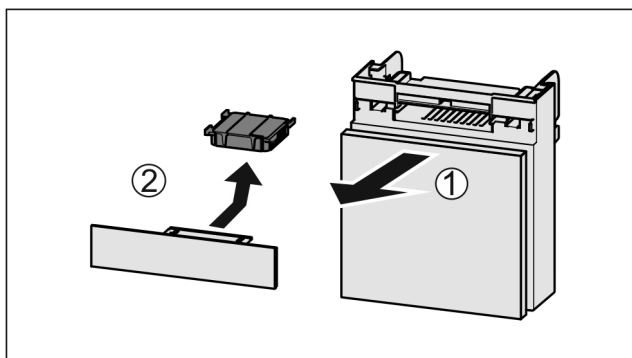

Fig. 183
- ▶ Træk rummet fremad Fig. 183 (1).
- ▶ Tag aktivkulfilteret Fig. 183 (2) ud.